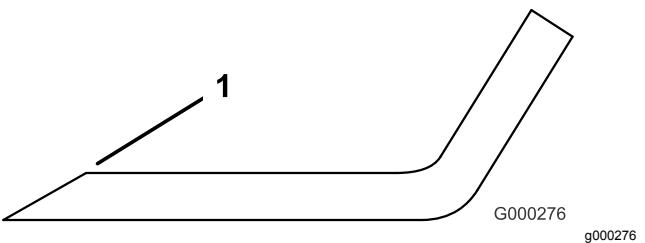

Figure 26
- Examinez les tranchants de toutes les lames et aiguissez-les s'ils sont émoussés ou ébréchés (Figure 26).
Remarque: N'aiguisez que le haut du tranchant et conservez l'angle de coupe d'origine pour obtenir une coupe nette (Figure 26). Limez la